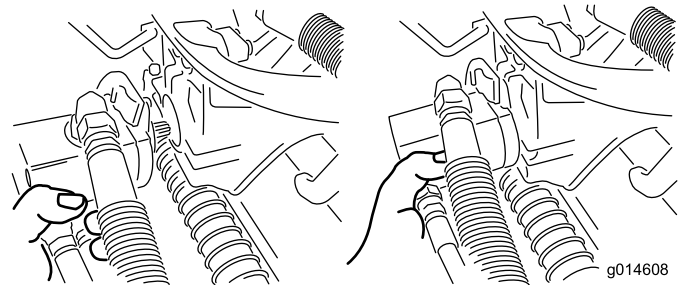

Figure 50
3. Amenez le moteur à la position de rangement sur l'avant du bras de suspension (**Figure 50**).